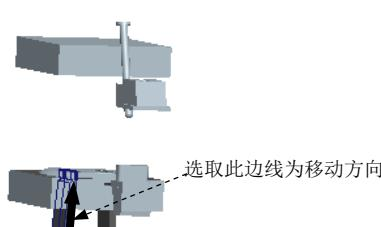

图 27.67 选取移动方向
Step2. 移动 PIN_01_MOLD (销 1)。在 **DEFINE STEP (定义步骤)** 菜单中选择 **Define Move (定义移动)** 命令；选取要移动的模具元件 PIN_01_MOLD (销 1)，在“选择”对话框中单击 **确定** 按钮；在系统的提示下，选取图 27.67 所示的销的斜边线为移动方向，然后输入要移动的距离值-75。